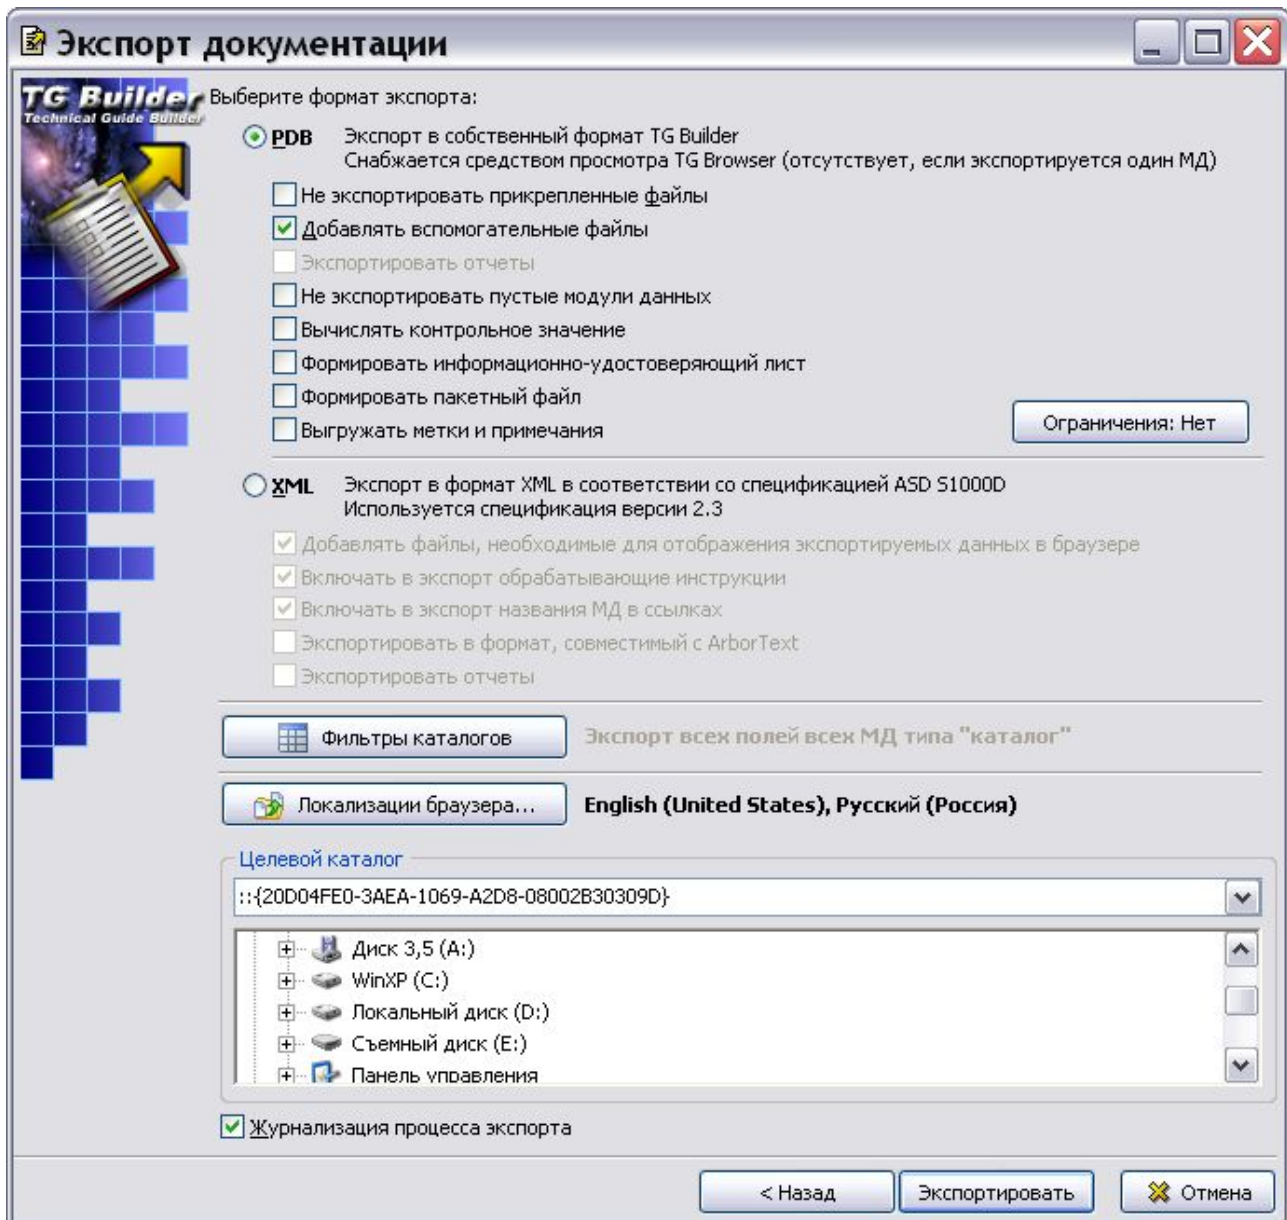

Рис. 8.90
8. Нажмите на кнопку **Далее**. После этого откроется вторая часть диалогового окна **Экспорт документации** (Рис. 8.90).